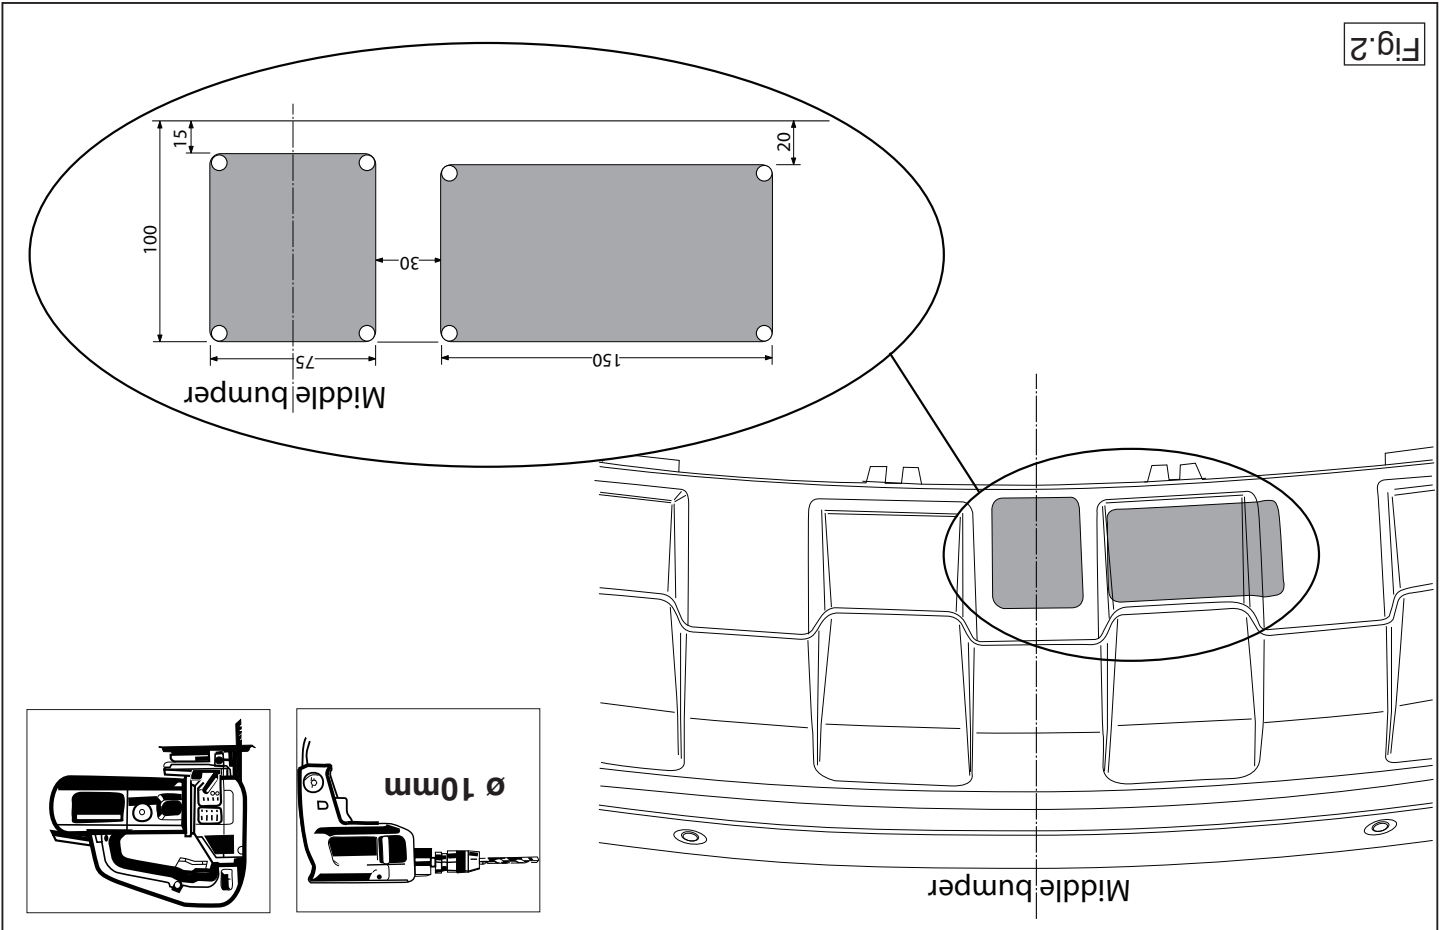

Fig.2
5. Auf der Unterseite der Stoßstange einen Teil aus der Mitte gemäß Abbildung 2 heraus schneiden.
5. Scier au centre de la partie inférieure du pare-chocs une partie correspondant à la figure 2.
5. Sav en del ud af kofangeren midt på undersiden jf. fig. 2.